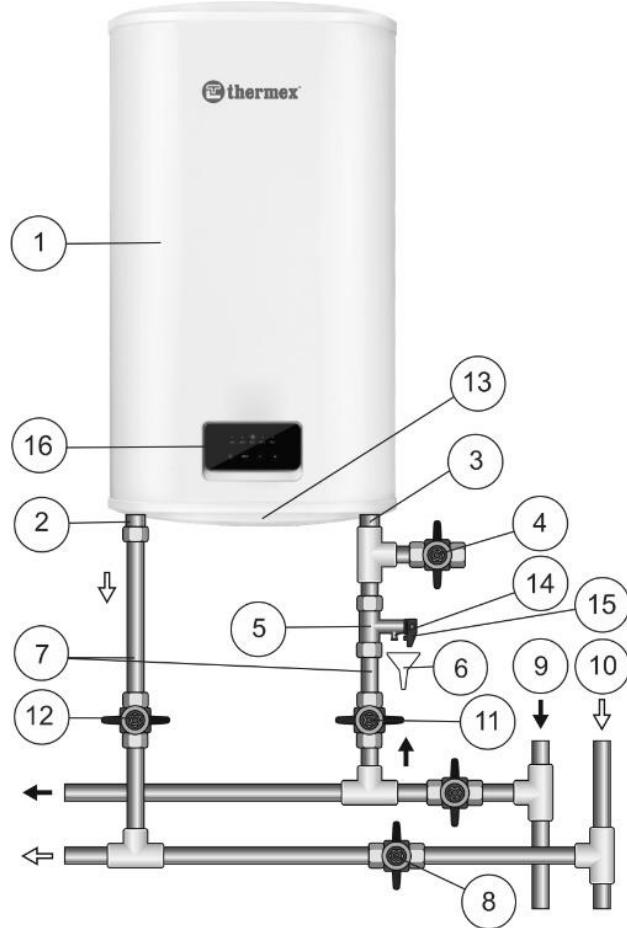

Рисунок 1. Схема подключения ЭВН к водопроводу в вертикальном положении
Внутренний бак имеет специальное биостеклофарфоровое покрытие, надежно защищающее внутреннюю поверхность от химической коррозии и, как следствие, длительный срок эксплуатации. Пространство между внешним корпусом и внутренним баком заполнено пенополиуретаном - современной, экологически чистой теплоизоляцией, обладающей наилучшими характеристиками теплосбережения. Модели Optima имеют два резьбовых патрубка: для входа холодной воды (Рис. 1, п. 3) с синим кольцом и выхода горячей воды (Рис. 1, п. 2) - с красным кольцом. На лицевой стороне ЭВН во всех моделях находится панель управления (Рис. 1, п. 16).
Предохранительный клапан (Рис. 1, п. 5) выполняет функции обратного клапана, препятствуя попаданию воды из водонагревателя в водопроводную сеть в случаях падения в последней давления и в случаях возрастания давления в баке при сильном нагреве воды, а также функции защитного клапана, сбрасывая избыточное давление в баке при сильном нагреве воды. Во время работы водонагревателя вода может просачиваться из выпускной трубы предохранительного клапана для сброса излишнего давления, что происходит в целях безопасности водонагревателя. Эта выпускная труба должна оставаться открытой для атмосферы и быть установлена постоянно вниз и в незамерзающей окружающей среде.
Необходимо обеспечить отвод воды из выпускной трубы предохранительного клапана (Рис. 1, п. 14) в канализацию, предусмотрев при монтаже ЭВН соответствующий дренаж (Рис. 1, п. 6).
Необходимо регулярно (не реже одного раза в месяц) проводить слив небольшого количества воды через выпускную трубу предохранительного клапана в канализацию для удаления известковых осадков и для проверки работоспособности клапана. Для открывания клапана он снабжен ручкой (Рис. 1, п. 15). Необходимо следить, чтобы во время работы ЭВН эта ручка находилась в положении, закрывающем слив воды из бака.
Установить предохранительный клапан (Рис. 1, п. 5) на входе холодной воды (Рис. 1, п. 3), помеченному синим кольцом, закрутив на 3,5 - 4 оборота, обеспечив герметичность соединения любым уплотнительным материалом (льном, лентой ФУМ и др.).
- В вертикальном положении в соответствии с Рис. 1 с выходом патрубков снизу